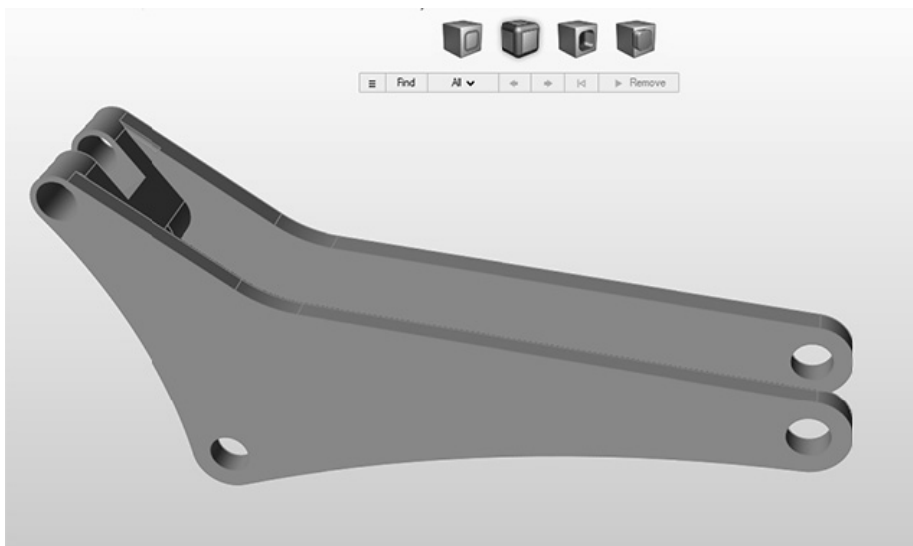

图 9-10
1) 单击删除 按钮  Remove，删除所有倒角和圆角，如图 9-10 所示。注意：并非所有倒角都会被删除。